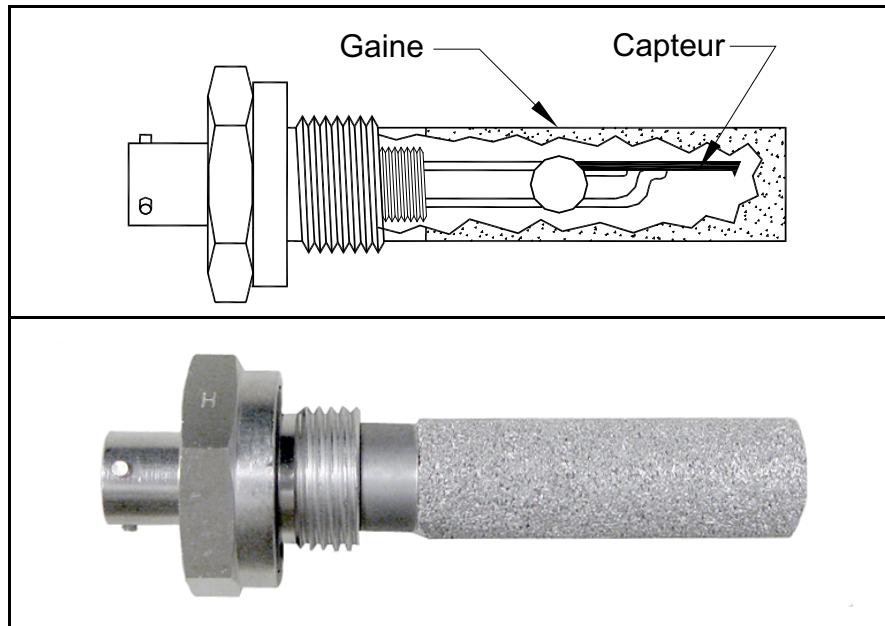
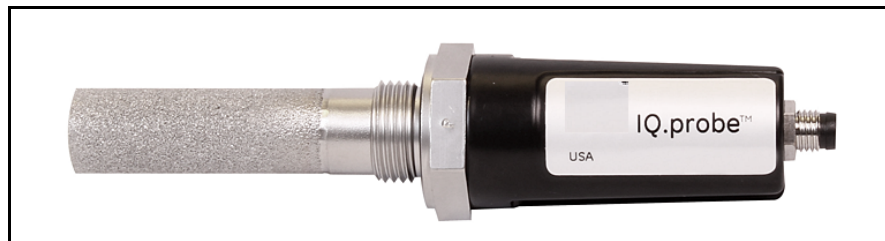

Figure 2: Sonde M Series
Figure 3: IQ.probe
La sonde d'humidité fait partie du système en contact direct avec le process. Le **dew.IQ** fait appel à une sonde **M Series** quelconque de Panametrics (voir *Figure 2* ci-dessous) ou à une **IQ.probe** (voir *Figure 3* ci-dessous) pour mesurer la température du point de rosée en °C ou °F. Le capteur est fixé au support de la sonde et il est protégé par une gaine en acier inoxydable fritté (voir *Figure 2* ci-dessous).
- Sonde M Series (voir *Figure 2 on page 2*)
- IQ.probe (voir *Figure 3 on page 2*)